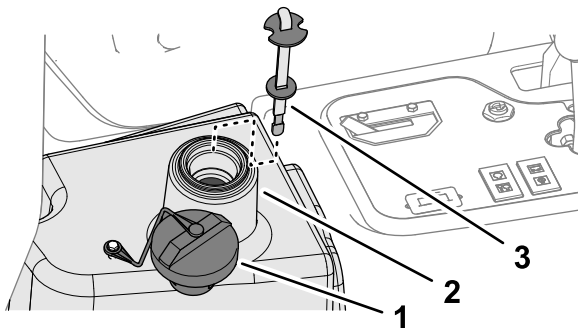

Figure 90
4. Versez environ 22,7 L (6 gal américains) de liquide hydraulique dans le réservoir (Figure 90); voir Spécifications du liquide hydraulique (page 62).